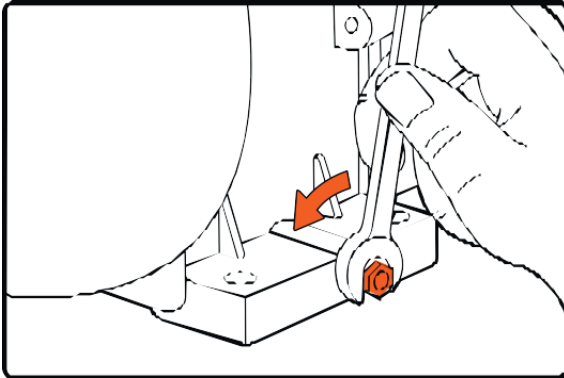

рис. 54
- Удалите пробку сливного отверстия (рис. 54).